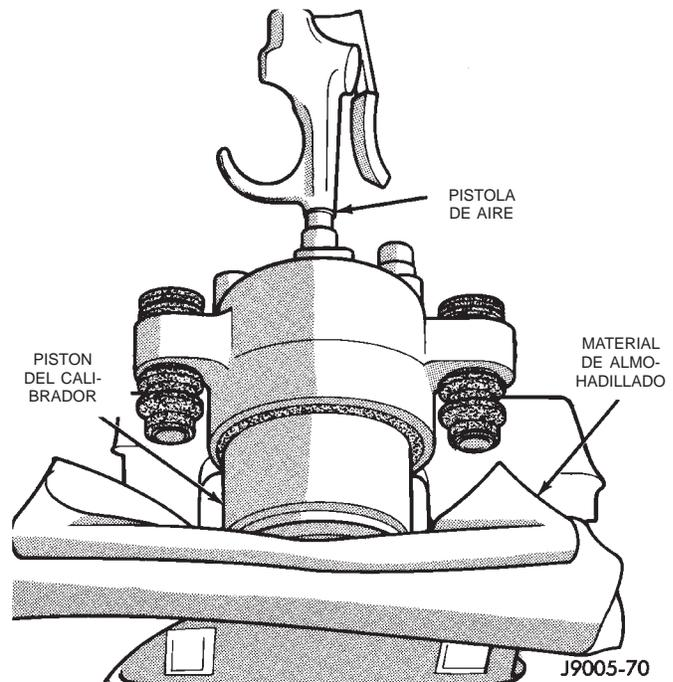

Fig. 47 Desmontaje del pistón del calibrador
(4) Retire el pistón del calibrador con **ráfagas breves** de aire comprimido de baja presión. Dirija el aire a través del orificio de admisión del líquido, de modo de extraer el pistón del cilindro (Fig. 47).